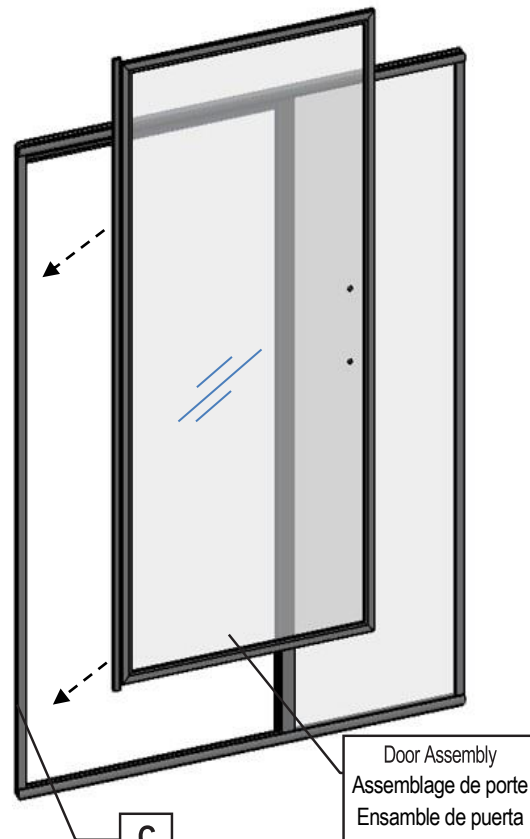

Fig 12a
1. Starting at the bottom: Insert the Door Hinge Post fully into the Wall Jamb (C) ensuring the Door swings out from the shower enclosure. (Fig 12a)
1. En commençant par le bas : Insérez complètement le montant de la charnière de la porte dans le montant du mur (C) en veillant à ce que la porte pivote hors de la cabine de douche. (Fig 12a)